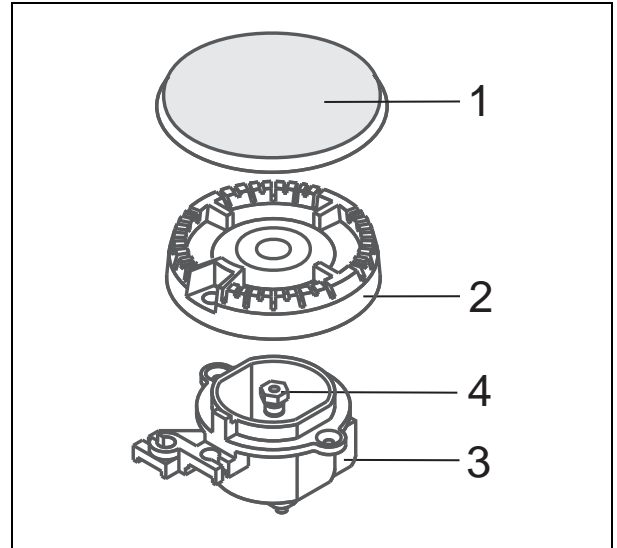
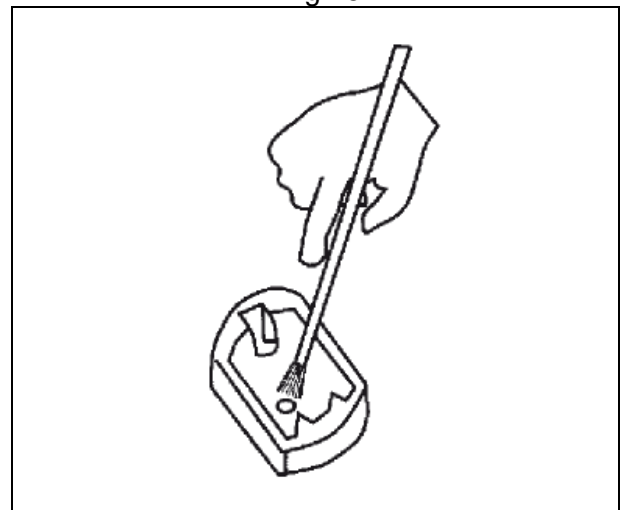

Fig.16
Fig.17
- Procediendo a limpiar los quemadores primero quite las tapaderas 1 y los difusores de gas 2 (fig. 16), póngalos a remojo en agua caliente con detergente ya continuación limpie cada una de las partes del quemador por separado
- Es esencial mantener bien limpio el cuerpo quemador, en particular en la zona del inyector. La suciedad en los inyectores 4 (fig. 16) puede resultar en obstrucciones, por lo cual la llama de los quemadores será débil o se apagará completamente. Para limpiar los inyectores frótelos con un pincel mojado en disolvente (fig. 17).